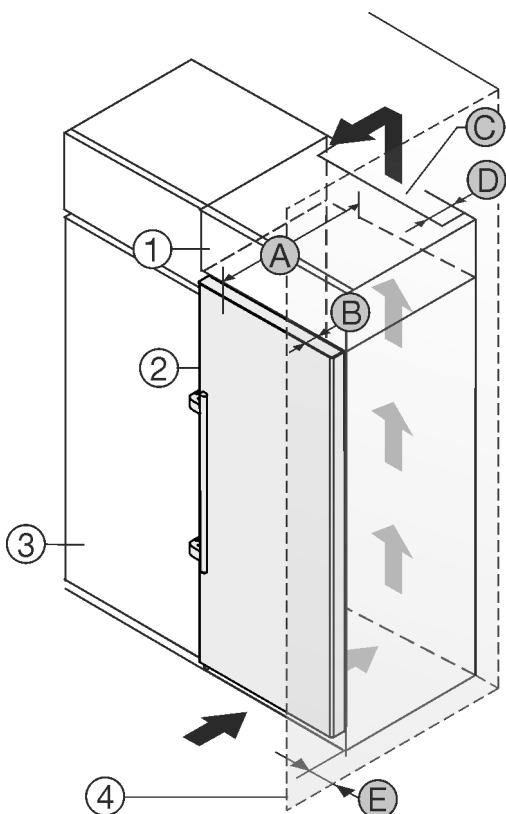

Fig. 2
Zariadenie môžete inštalovať priamo vedľa kuchynskej skrine *Fig. 2 (3)*.*
Na zadnej strane nadstavnej skrine musí byť vetracia šachta s hĺbkou *Fig. 2 (D)* cez celú šírku nadstavnej skrine.*
Pod stropom miestnosti sa musí dodržať prierez vetracieho otvoru *Fig. 2 (C)*.*
Ak zariadenie nainštalujete so závesmi vedľa steny *Fig. 2 (4)*, tak vzdialenosť medzi zariadením a stenou musí byť minimálne 57 mm. To zodpovedá presahu držadla pri otvorených dverách.*
Aby ste mohli dvere úplne otvoriť, zariadenie musí vyčnievať o hĺbku dverí *Fig. 2 (B)* prednej časti kuchynskej skrine. V závislosti od hĺbky kuchynských skriň *Fig. 2 (3)* a použitia dištančných držiakov na stenu môže zariadenie prečnievať ešte viac.*